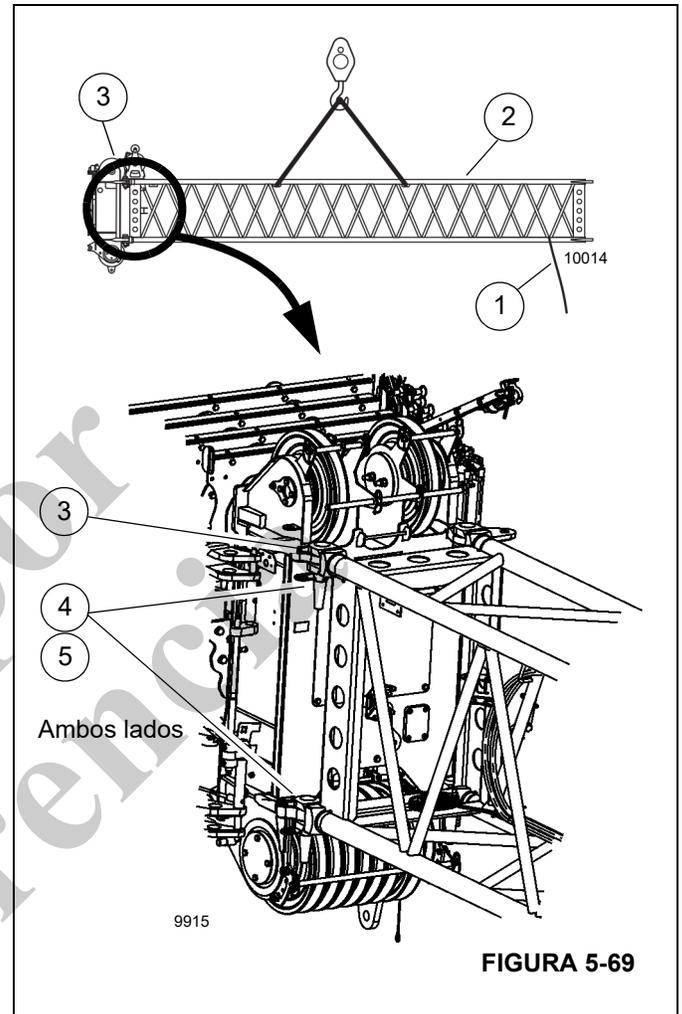

FIGURA 5-69
5. Conecte un cable guía (1, Figura 5-69) al final de la sección del inserto de celosía (2).
6. Levante el inserto de celosía delante de la punta de la pluma principal (3) para que se alineen los cuatro orificios de los pasadores a ambos lados.
7. Instale los pasadores (4) y las pinzas de retención (5).
4. Retire las pinzas y los pasadores de retención (4 y 5, Figura 5-69) de los puntos de conexión.
5. Inserte los pasadores (4) en los soportes. Fije los pasadores (4) con las pinzas de retención (5).
6. Retire el inserto de celosía (2). Baje el inserto de celosía a una superficie estable.